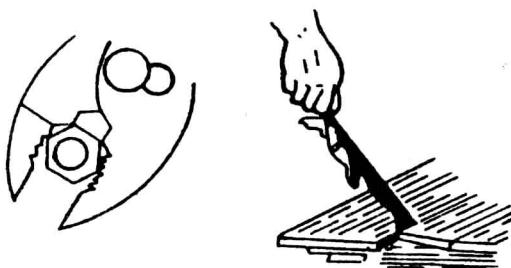

图 1-3 钳子的错误用法
(1) 使用前应擦净钳子上的油污，以免操纵时滑脱。
(2) 使用时必须将工件夹牢后，再用力切割或扭弯。
(3) 不能用钳子代替扳手拆装螺栓或螺母，也不能用钳子柄当撬棒使用(图1-3)，以免损坏零件和钳子。